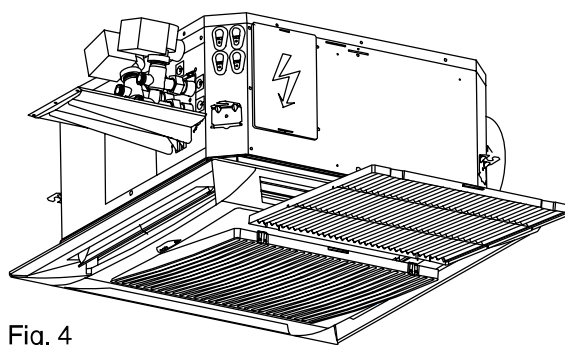

Fig. 4
- Remettre en place la grille de reprise avec filtre (Fig. 4).
- Reinstall the recovery grid with filter (Fig. 4).
- Das Ansauggitter mit Filter wieder einsetzen (Abb. 4).